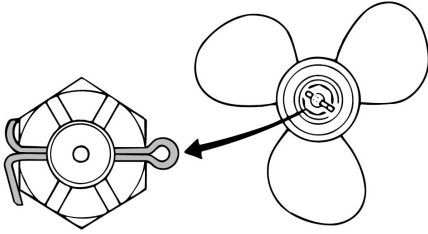

Рис. 49 Шплинт фиксации гайки
1. Используя пассатижи или аналогичный инструмент выпрямите концы шплинта и вытяните шплинт из вала гребного винта (Рис. 49).